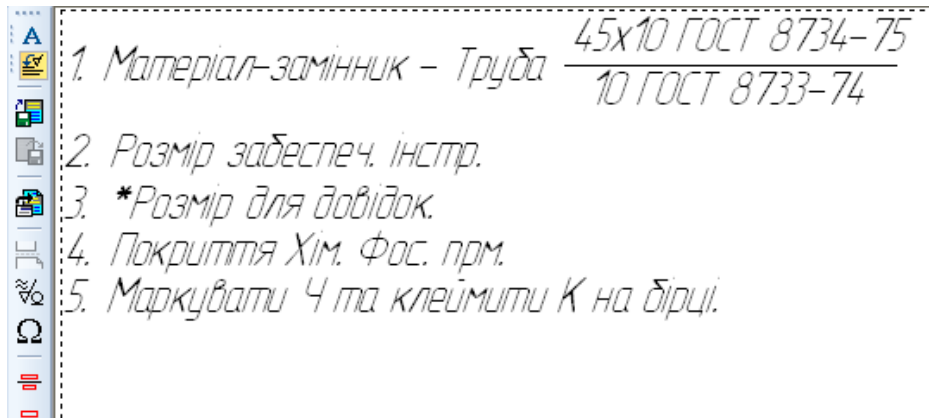

Рис. 2.5.7
9. Введення технічних вимог (рис. 2.5.7) можна здійснити через ручне введення тексту. По закінченні введення закрийте документ, написи будуть вставлені над кутовим штампом на форматі кресленика.